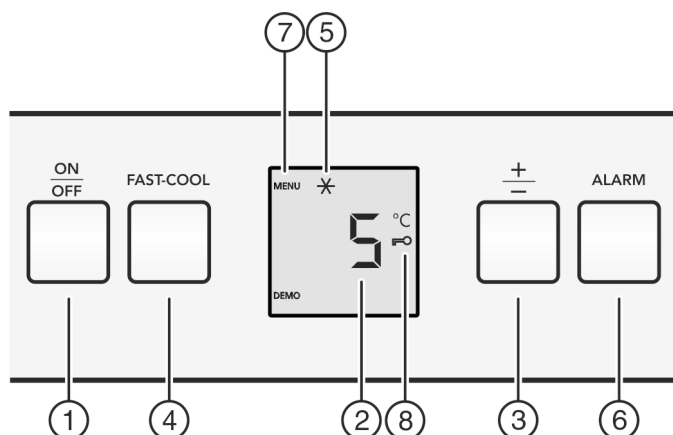

Fig. 2
- ▶ Aan/uit-toets Fig. 2 (1) indrukken.
- ▶ Toets Alarm Fig. 2 (6) indrukken.
- ▶ Temperatuurfunctie oproepen: Druk de insteltoets "+/-" Fig. 2 (3) in.
- ▶ Temperatuur in 1 °C stappen wijzigen: Druk de insteltoets "+/-" Fig. 2 (3) net zo vaak in, totdat de gewenste temperatuur op het temperatuurdisplay oplicht.
- ▶ Toets Fast-Freeze Fig. 2 (4) kort indrukken.
- ▷ Het symbool Fast-Cool Fig. 2 (5) brandt op het display.
- ▷ Het symbool Fast-Cool Fig. 2 (5) op het display gaat uit.